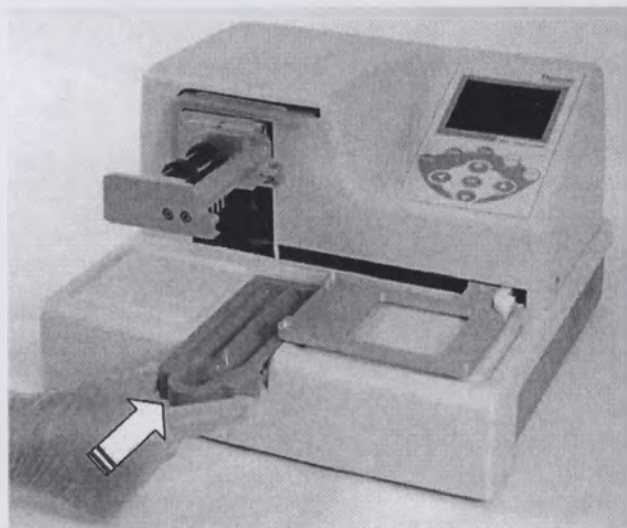

Рисунок 3-8. Установка заливочной емкости
2. Установите заливочную емкость, надавив на нее так, чтобы защелкнулся пружинный фиксатор (рисунок 3-8).